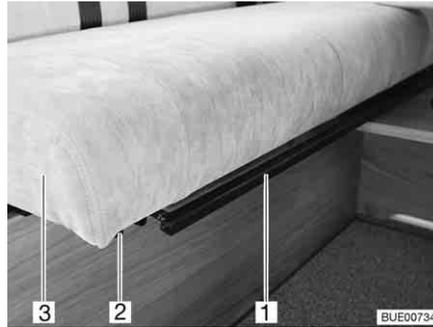

Bild 20 Rückenlehnenverstellung der Sitzbank
- Den Bügel (Bild 20,1) unterhalb der Sitzfläche (Bild 20,3) nach oben ziehen oder drücken und in dieser Stellung halten.
- Die Sitzfläche auf den Schienen (Bild 20,2) bis zur gewünschten Position oder bis zum Anschlag vorsichtig nach vorne ziehen.